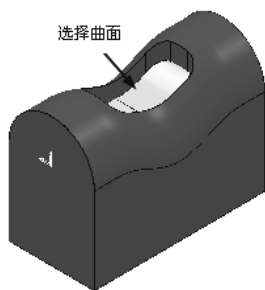

图 5-32 选择曲面
2) 选择图 5-32 所示的曲面，然后单击“插入模型”按钮，单击“边界”对话框的“接受”按钮即可完成边界创建。